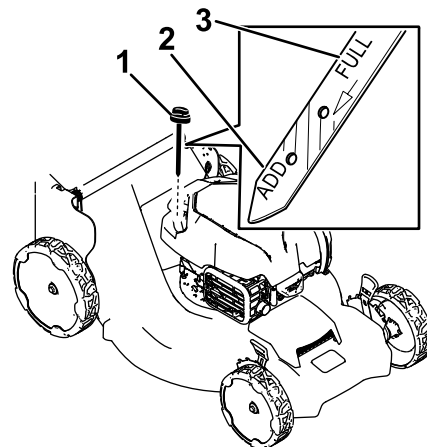

Figura 22
3. Retire la varilla girando el tapón en el sentido contrario a las agujas del reloj y tirando del mismo (Figura 22).
4. Ponga la máquina de lado (con el filtro de aire hacia arriba) para drenar el aceite usado del tubo de llenado de aceite (Figura 22).